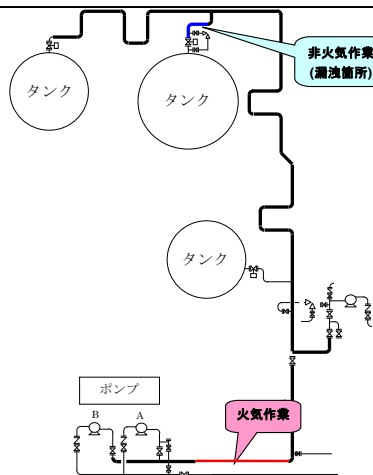
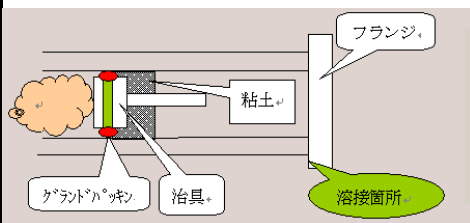

図1
図2 仮プラグ工法
- 1) 連続した配管かつ同一防油堤内の作業に対し、1枚の作業許可が発行された(図1参照)。ポンプを使用して、配管内の残油を最小にした。
- 2) 図1下部では、遮断弁下流をスチームパージされた。
- 3) 図1上部では、配管が長いため、鋸で切断し、仮プラグ後、フランジを溶接する工法とした(図2参照)。